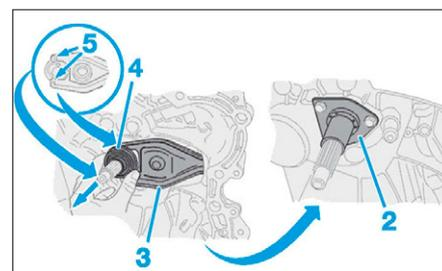

FIG. 5
- Pulvériser légèrement de la graisse "Molycote G-Rapid Plus" (en aérosol) sur les cannelures de l'arbre primaire et sur le tube guide de la butée d'embrayage (2) (Fig.5).
- Reposer l'ensemble fourchette (3) et la butée d'embrayage (4).
- Manoeuvrer la butée d'embrayage (4) afin de fixer les ergots (5) derrière les becs de fourchette d'embrayage (3).